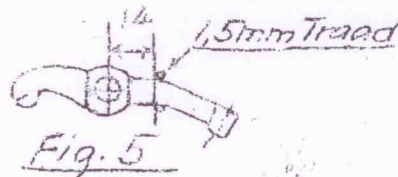

Fig. 5
- Vippearm Nr.7096 kan dog benyttes, saafremt der paaloddes (tinloddet) en Ring, der danner Stop for Gummibælgen. (se Fig.5).